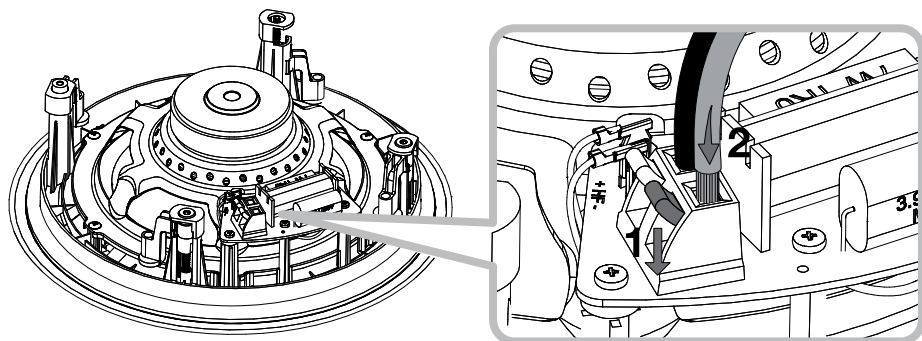

Figura 3
**4.3** Collegare ora il cavo ai terminali a molla sul retro del diffusore. Assicurarsi che la polarità delle connessioni sia corretta: il conduttore proveniente dal terminale positivo dell'amplificatore deve essere inserito nel terminale a molla rosso, mentre quello proveniente dal terminale negativo deve essere inserito nel terminale a molla nero. La Figura 3 illustra il collegamento col diffusore.